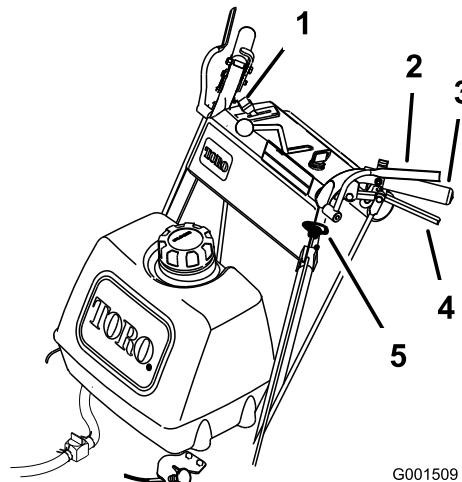

Figure 11
- Pour engager les lames, serrez les leviers de détection de présence de l'utilisateur (OPC) contre les poignées (Figure 11).
- Poussez le bouton de commande des lames (PDF) vers le bas en position arrêt (Figure 11).
- Le moteur sera coupé et les lames s'arrêteront si vous relâchez les leviers de détection de présence de l'utilisateur (OPC) (Figure 11) alors que le levier de commande des lames est engagé.